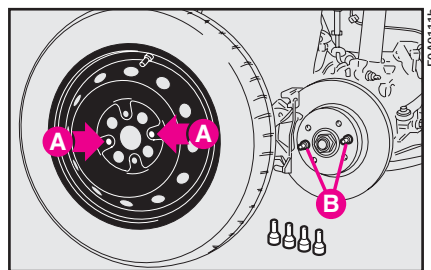

рис. 10
16) Установите запасное колесо, совместив отверстия **A** со штырями **B** (рис. 10).